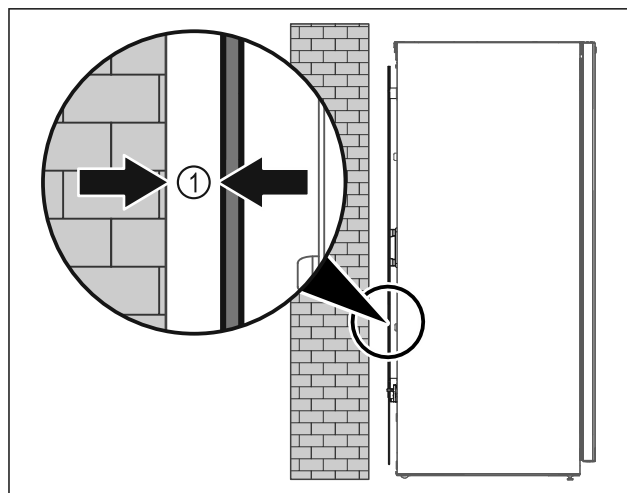

Fig. 6
- Opstil apparatet enten frit i rummet eller direkte på en væg med en mindsteafstand på 5 mm Fig. 6 (1).